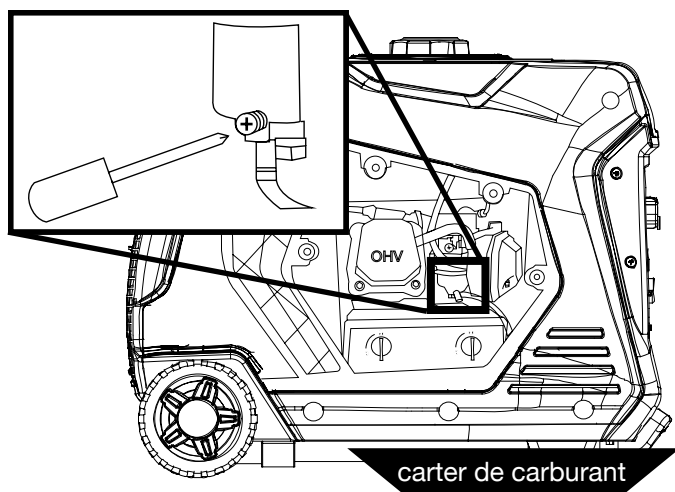

Figure 17: Desserer la vis du bol à flotteur
3. Desserrez la vis de vidange du bol du flotteur jusqu'à ce que le carburant soit vu s'écoulant du bol du flotteur (voir Figure 17).